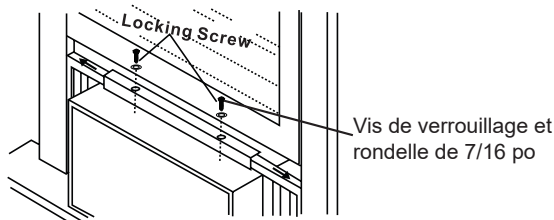

Fig.17
2. Étendez les panneaux pour remplir complètement l'ouverture de la fenêtre. Serrez les vis de verrouillage sur le dessus (Fig. 17).